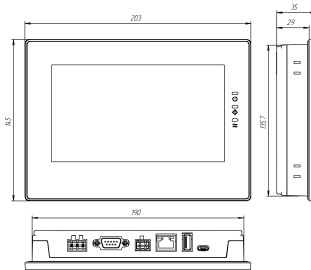

Рисунок 1 – Габаритные размеры СПОТ-07.Х
3. Вставить крепежные зажимы в вырезы на боковых сторонах корпуса (см. рисунок 1 и 2).